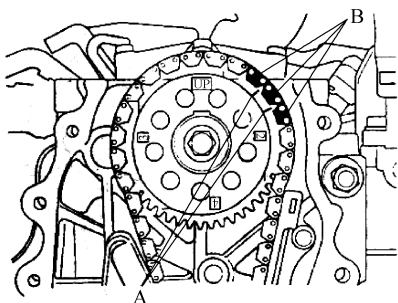

图 2-87 三块色片对准TDC标记
4) 将正时链安装到凸轮轴链轮上,如图2-87所示,指针(A)要对准三块色片(B) (L15A2型发动机)。